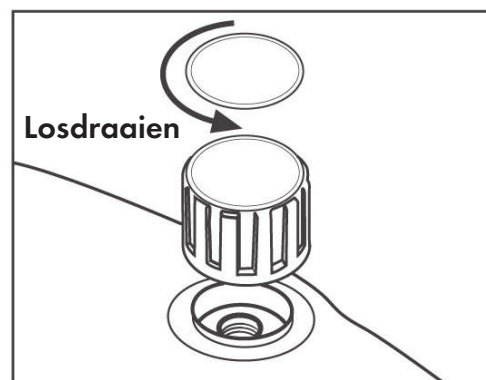

Fig. 16
Los de druk uit de ketel door de schakelaar van de ketel (11) uit te schakelen en alle druk te lossen met de stoomknop (18) op de handgreep. Schakel vervolgens de hoofdschakelaar uit (10). Verwijder, nadat de ketel voldoende is afgekoeld, de stekker uit het stopcontact en open langzaam de veiligheidsdop (Fig. 16).